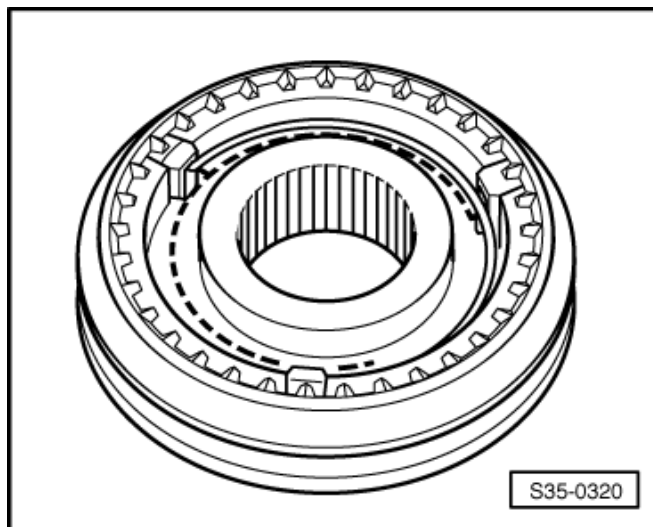
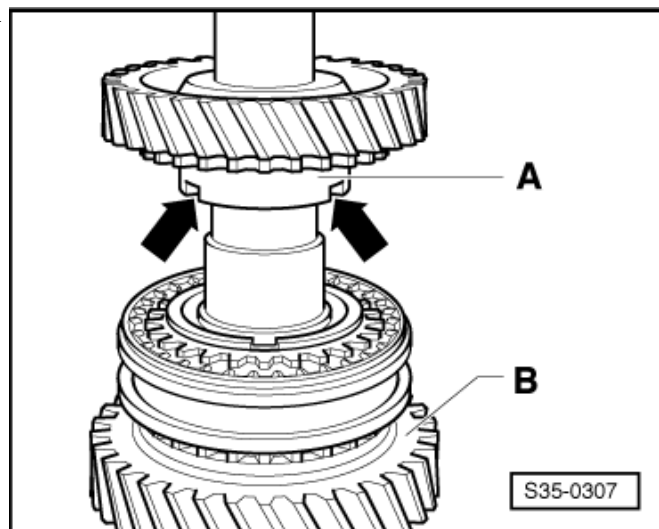

Abb. 15: Einbaulage Schiebemuffe/Synchronkörper 1. und 2. Gang ►
Abb. 20: Einbaulage Schiebemuffe/Synchronkörper 3. und 4. Gang ►
- Schiebemuffe über den Synchronkörper in Einbaulage ⇒ Abb. 15 in **35-2** Seite 8 bzw. ⇒ Abb. 20 in **35-2** Seite 10 schieben.